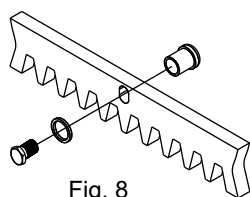

Fig. 8
6.2. Préparer la crémaillère en fixant les entretoises à l'aide des boulons celles-ci doivent être bloquées en position haute des trous oblongs (Fig. 8);